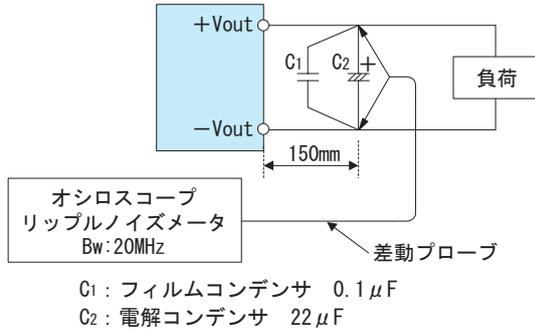

図1.1 出力リップル・リップルノイズ測定方法
■測定環境によって出力リップルノイズに影響を及ぼす場合がありますので、図1.1に示す測定方法を推奨します。